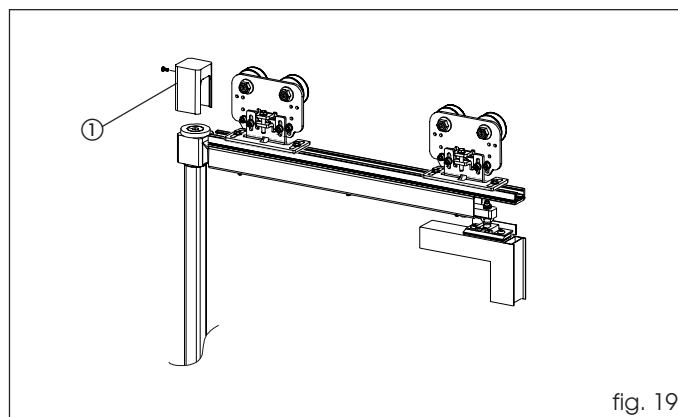

fig. 19
Monter le bouchon de fermeture en utilisant la vis fournie (fig. 19 réf. ①).